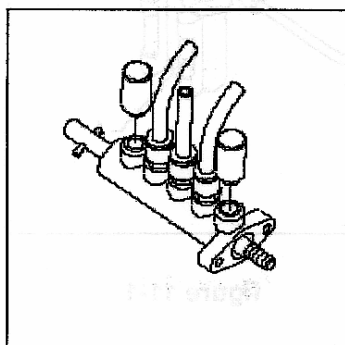

図 11-6
**ビードブレーカーブレードの動きが遅くなった場合、ビードブレーカーブレードのサイレンサーを洗浄するか、交換する必要があります。(図 11-6)**